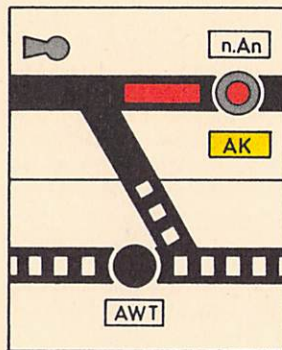

Bild 58
- (2) Die Hilfsauflösung einer Ausfahrzugstraße mit Anschlußkennung (Anschlußkennungsmelder blinkt) erfolgt wie die Hilfsauflösung einer Ausfahrzugstraße ohne Anschlußkennung. Bei Sp Dr S600-Stellwerken sind die Fahrstraßenhilfstaste für Gesamtauflösung und die Zugstraßentaste an der Ausweichanschlußstelle zu bedienen.
- (3) Muß die Bedienungsfahrt das falsche Gleis befahren und ist am Anfang des Blockabschnittes, in dem die Ausweichanschlußstelle liegt, ein selbsttätiges Blocksignal vorhanden, ist dieses zuvor zu sperren und die Anschlußkennung mit der Bahnhofstaste und der Zugstraßentaste der Ausweichanschlußstelle anzuschalten; der Anschlußkennungsmelder blinkt gelb.
- (4) Wird der Blockabschnitt, in dem eine oder mehrere Ausweichanschlußstellen liegen, durch die Bedienungsfahrt besetzt, leuchten alle Schlüsselüberwachungsmelder rot und alle Anschlußkennungsmelder gelb (vgl. Bild 58).